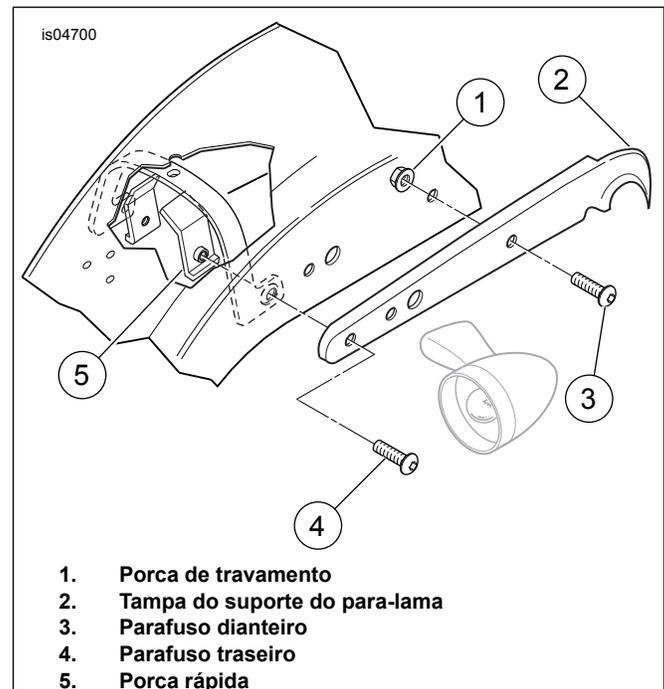

Figura 1. Suporte do para-lama traseiro (lado direito motorizado)
4. Veja Figura 1. Remova e descarte o parafuso dianteiro (3) e a porca de travamento (1) da tampa do suporte do para-lama traseiro (2).
5. Remova e descarte o parafuso traseiro (4) e a porca rápida (5) da tampa do suporte do para-lama traseiro.